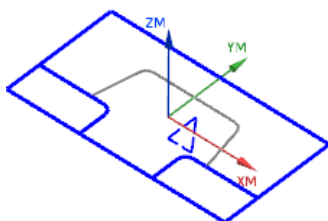
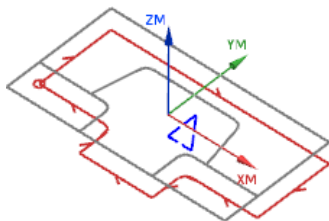

图 16.11 选取曲线
图 16.12 选取曲线
Step4. 在“选择条”工具栏中确认“在相交处停止”按钮被按下,按顺序依次选取图 16.11 所示的曲线,单击按钮,在“创建边界”对话框中单击按钮,同时系统返回到“边界几何体”对话框,单击按钮。结果如图 16.12 所示。